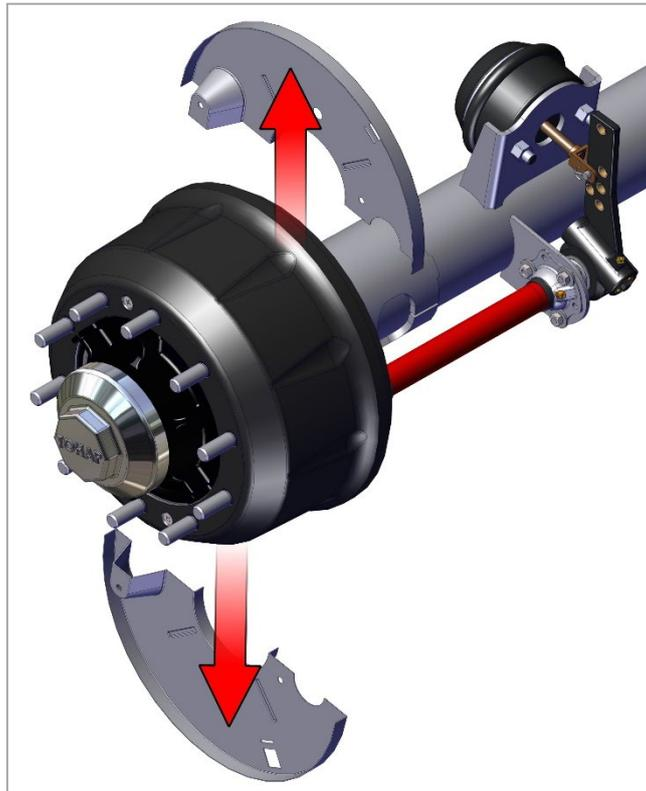

Рис. 11. Снятие грязезащитных щитков.
1) Снимите грязезащитные щитки тормозного барабана (Рис. 11).